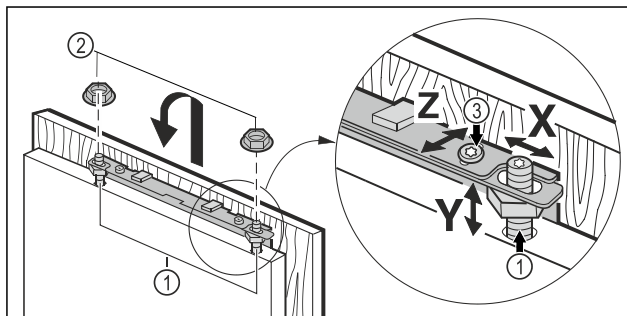

Fig. 20
- Zavěste nábytková dvířka na ustavovací čepy Fig. 20 (1) a pojistné matice Fig. 20 (2) a na ně volně našroubujte pojistné matice.
- Nábytkové dveře vyrovnejte ve výšce Y a ve stranovém sklonu: Ustavovací čepy Fig. 20 (1) nastavte šroubovákem.
- Pojistné matice Fig. 20 (3) dotáhněte.